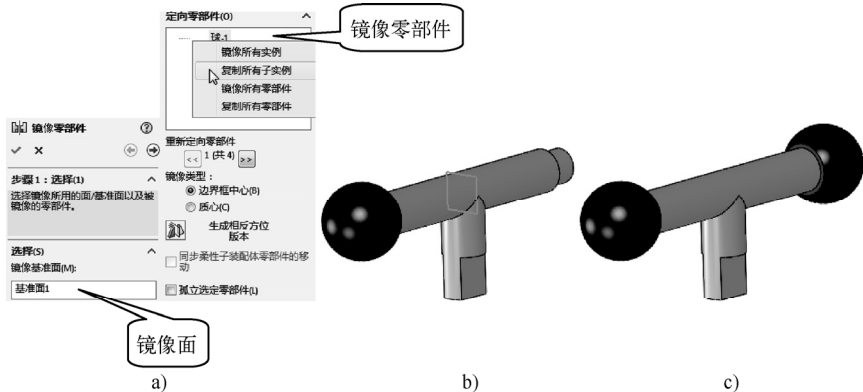

图 6-19 典型的镜像零部件阵列
- 镜像零部件^{图6-19}：主要用于将零部件对称放置，如图 6-19 所示。操作时需要选择镜像面和镜像零件（单击“镜像零部件”属性管理器顶部右侧的箭头，可打开“定向零部件”卷展栏，在其中可单击“生成相反方位版本”按钮调整镜像体的方向，也可右击“定向零部件”列表框中的零部件，在弹出的快捷菜单中选择要镜像或复制零部件，被复制的零件可以具有与源零件不同的特征）。